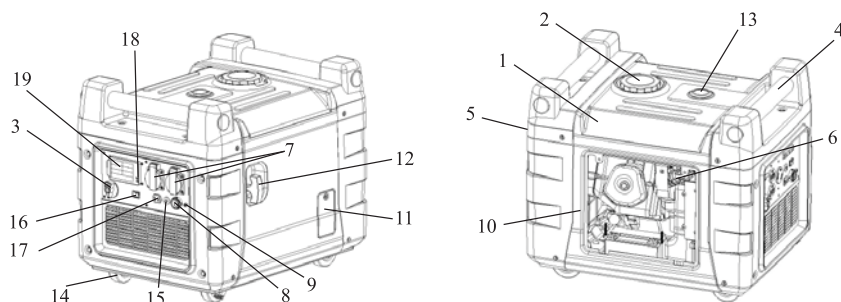

рис. 1
4.1 Общий вид генератора БЭГ-3100АИК представлен на рис. 1*